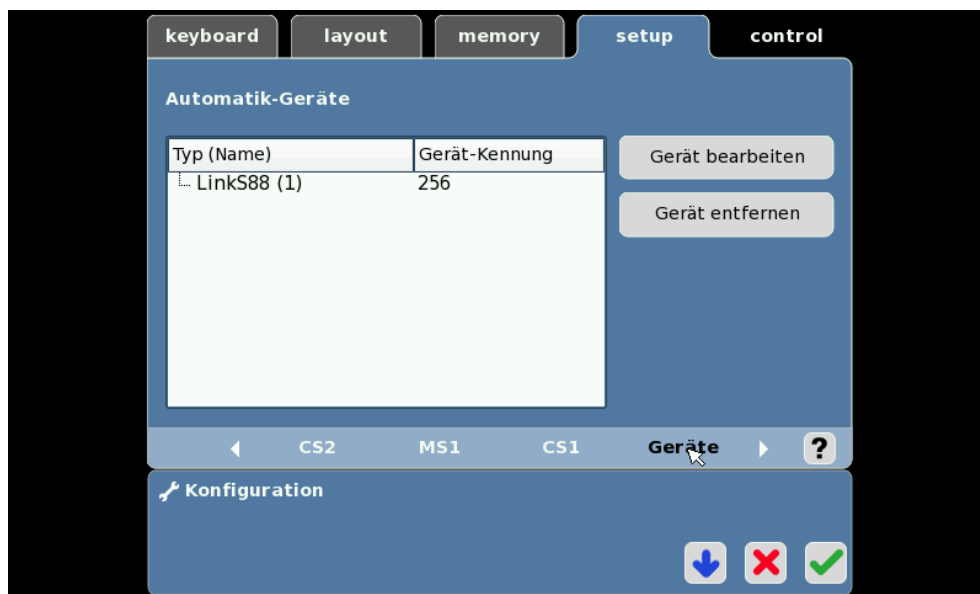

Abbildung 12-6: Der Terminaladapter als Automatik-Gerät
Im Konfigurationsmenü der CS2® (siehe Abbildung 12-6) wird der Terminaladapter angezeigt. In der Regel steht beim Neustart der CS2® bei **<Typ (Name)>** „LinkS88 (1)“. Hier kann auch ein anderer Automatik-Kenner vergeben werden, dies sollte allerdings allein der CS2® vorbehalten bleiben.